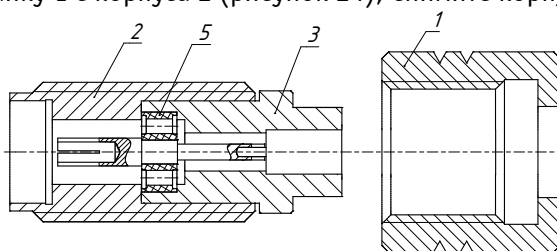

Рис. 24. Кабельный соединитель РК1-40-14Р-2 с отсоединенной стягивающей гайкой
1) Снимите стягивающую гайку 1 с корпуса 2 (рисунок 24); снимите корпус 2 с корпуса 3.